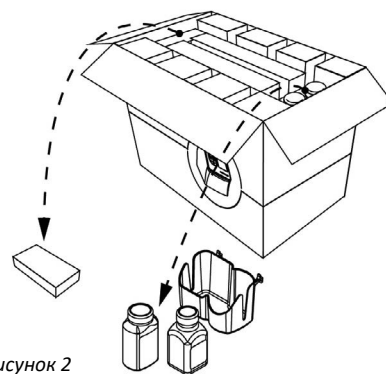

Рисунок 2
2. Выньте блок питания и отложите в сторону (Рис. 2).
3. Выньте флаконы miniWASH и miniWASTE, а также поддон для них и отложите их в сторону (рис. 2).